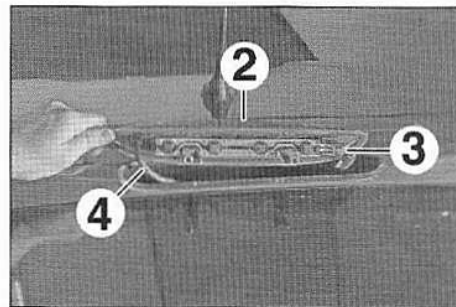

FIG.108
- Extraire le troisième feu de stop (2) (Fig.108).
- le connecteur (3),
- la durit (4).
- Déposer le troisième feu de stop (2).